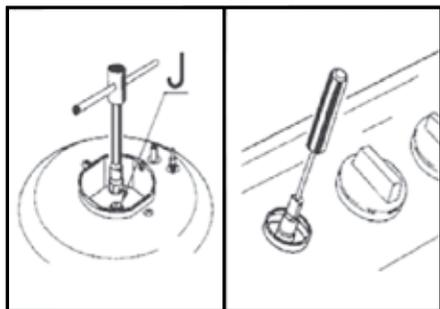

Рис. 10.
- Выверните жиклеры «J» (см. рис. 10) торцевым ключом на 7 мм и замените их подходящими (см. таблицу «Диаметры жиклеров, мм»). Жиклеры маркируются указанием диаметра отверстия в миллиметрах в верхней части жиклера;
- Вставьте маленькую отвертку с плоским жалом в стержень вентиля (см. рис. 10). В вентилях, оборудованных предохранительным клапаном системы «газ-контроль», регулировочный винт может нахо-